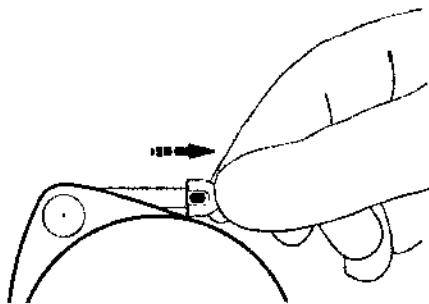

Figura 24. Tire del conector para comprobar si está fijado correctamente a la bomba
b. Tire como si quisiera extraer el conector de la bomba (Figura 24).